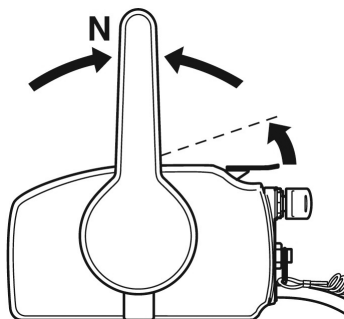

Рис. 31 Положение рычага для запуска двигателя
6. Установите рычаг управления дроссельной заслонкой в положение для запуска (Рис. 31). Поднимите рычаг до возникновения сопротивления, затем поднимите рычаг еще немного.